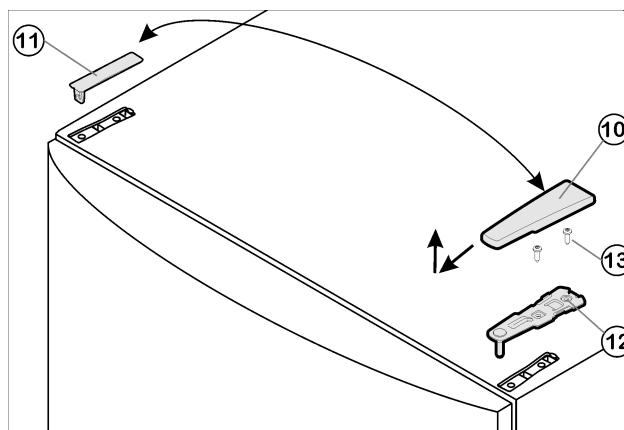

Fig. 4
- ▶ Відведіть кришку Fig. 4 (10) вперед і вгору.
- ▶ Зніміть кришку Fig. 4 (11).
- ▶ Викрутіть верхній опорний кронштейн Fig. 4 (12)(2 шт. Torx® 25) Fig. 4 (13) і відведіть вгору.